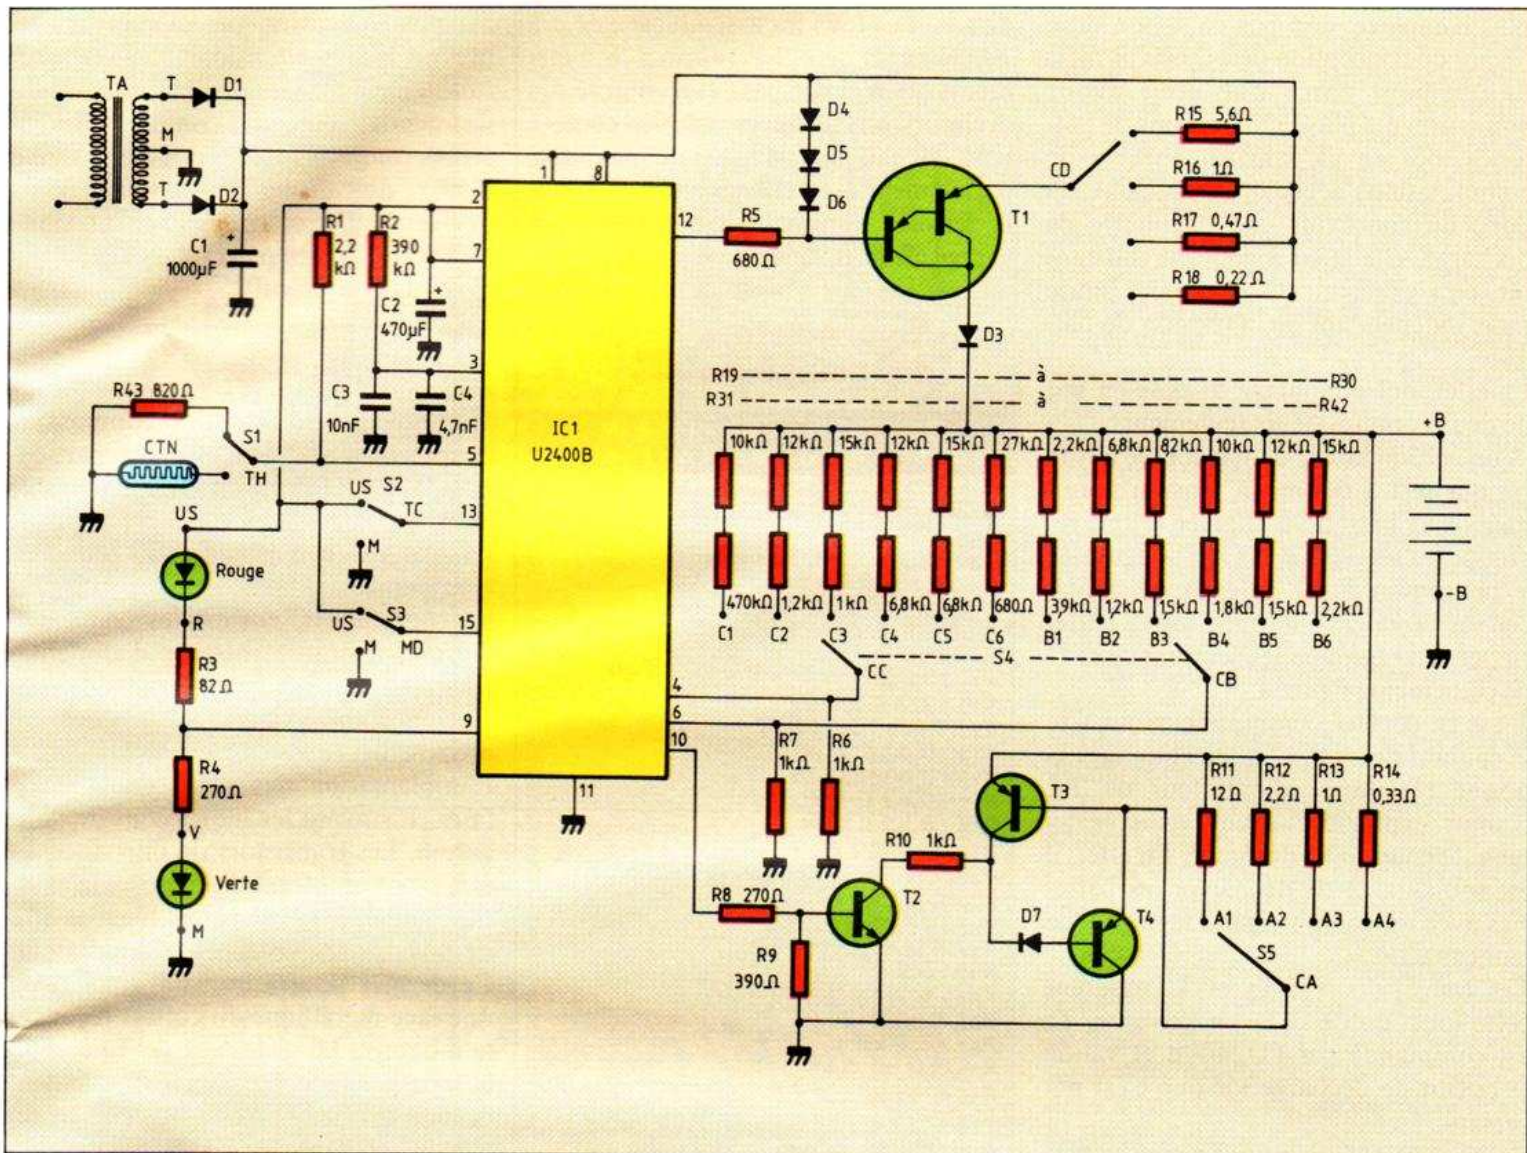

Fig. 4. - Schéma de notre chargeur.
Le schéma complet du montage vous est présenté figure 4. Il s'écarte un peu de celui proposé d'origine par Telefun-
- un commutateur de tension de batterie qui sert à définir la tension nominale de la batterie à charger et qui regroupe les sections B et C de la figure 4 ;
- un commutateur de capacité, à placer sur la valeur indiquée sur la batterie, et qui regroupe les sections A et D de cette même figure 4.